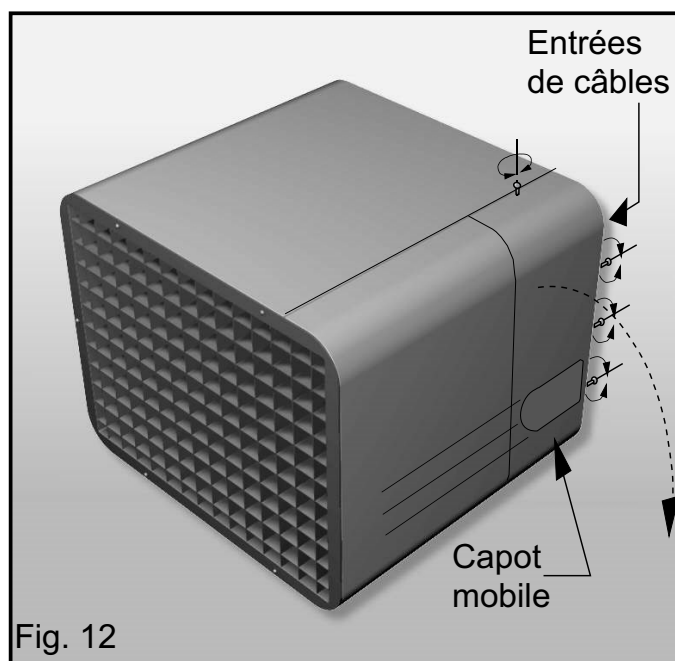

Fig. 12
- Les entrées de câble se situent à l'arrière de l'aérotherme ( Fig. 12 ) .